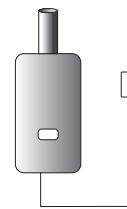

Fig. 6
COLLEGAMENTI ELETTRICI (Fig. 6):
- Collegare il carico ai morsetti C-NA-NC in funzione delle esigenze di comando (Fig. 6).
- ELECTRICAL CONNECTIONS (Fig. 6):**
- Connect the load to terminals C-NA-NC according to control requirements (Fig. 6).